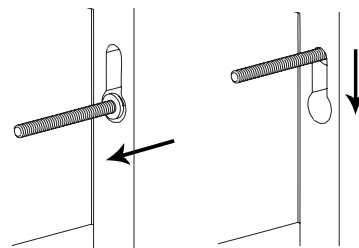

Figura 3
PASO 3: Cuelgue cada caja de sombra al ubicar los ojos de la cerradura sobre los tornillos y al aplicar una ligera fuerza hacia abajo, como se muestra en la **Figura 3**.